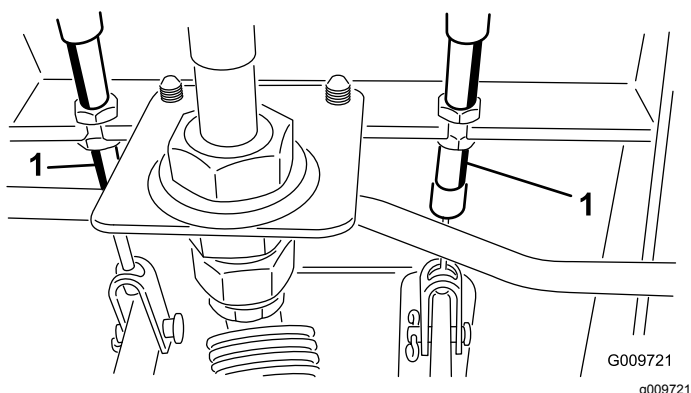

Рисунок 51
- A. Отпустите переднюю гайку на резьбовом конце гибкого тросика тормоза (Рисунок 51).